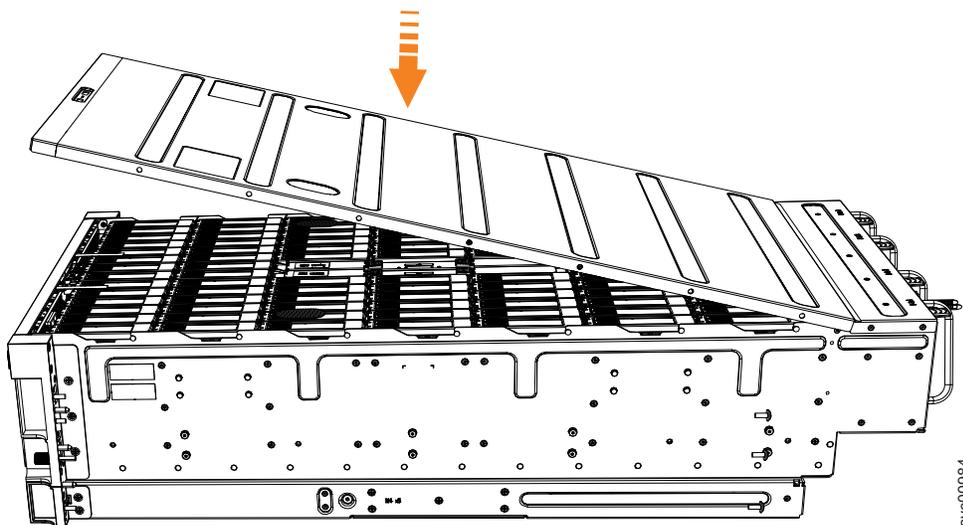

図 104. 2076-92F 上部カバーの位置合わせ
1. 図 104 に示すように、カバーを慎重に下げて、エンクロージャーの背面に正しく位置合わせされていることを確認します。